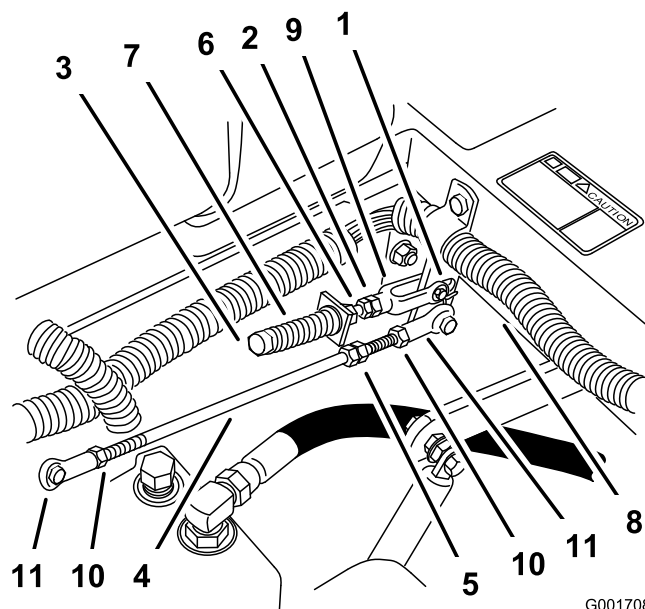

Figura 55
8. Si es necesario un ajuste, afloje la tuerca y la contratuerca contra la horquilla (Figura 55).
9. Aplique una ligera presión hacia atrás en la palanca de control de movimiento, gire la cabeza del perno de ajuste en el sentido apropiado hasta que la palanca de control esté centrada en posición de bloqueo/punto muerto (Figura 55).
10. Apriete la tuerca y la contratuerca (Figura 55).